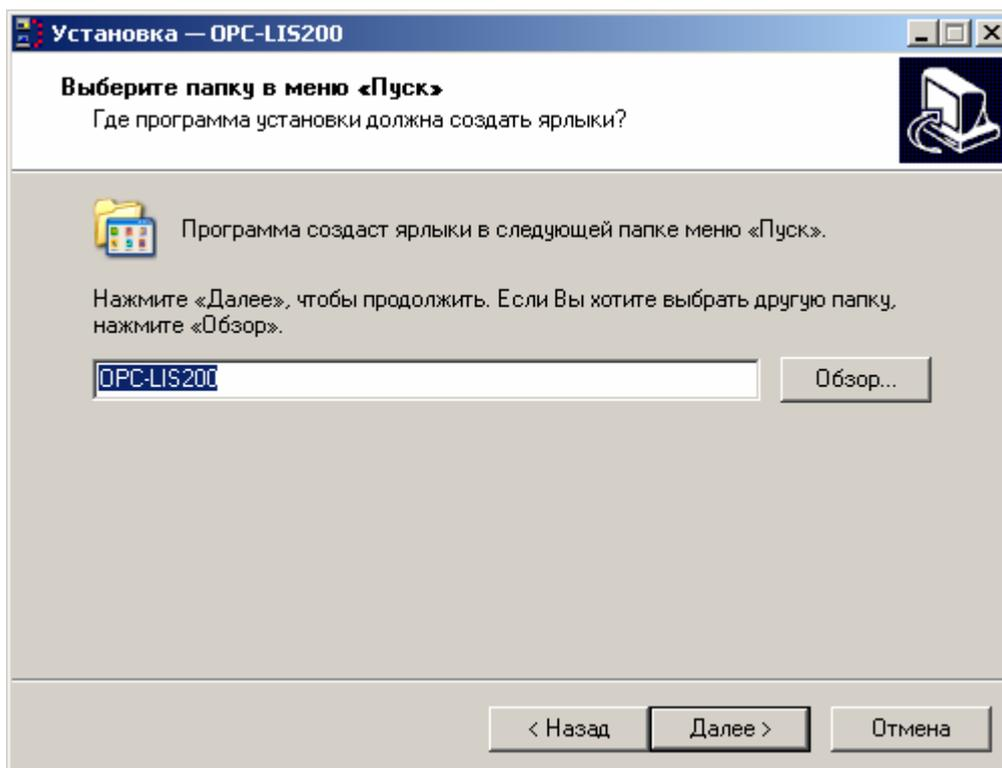

Рисунок 6
- В следующем окне (рис. 6) выберите расположение ярлыка программы в меню “Пуск” и нажмите кнопку “Далее” для продолжения установки или “Отмена” для отказа от установки.